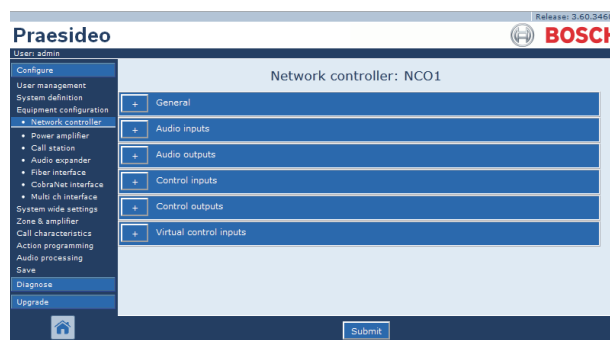

abbildung 44.3: Netzwerkcontroller konfigurieren, Schritt 2
- 2 Klicken Sie auf den Namen des zu konfigurierenden Netzwerkcontrollers. Im Hauptframe der webbasierten Benutzeroberfläche wird ein Bildschirm angezeigt, der dem in abbildung 44.3 gleicht.